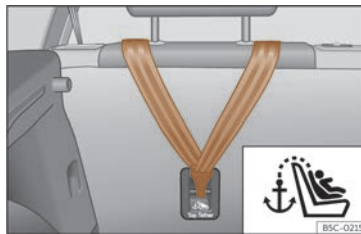
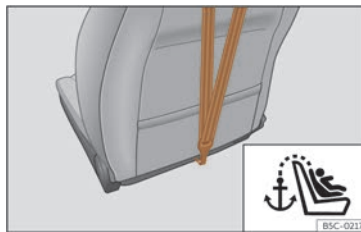

Fig. 39 Parte posteriore dei sedili posteriori: aggancio per cintura Top Tether.
Fig. 40 Parte posteriore dello schienale del sedile passeggero: aggancio per cintura Top Tether (non disponibile per tutti i mercati/tutte le versioni).
I seggiolini per bambini con sistema Top Tether integrano una cinghia aggiuntiva per il fissaggio a un punto di ancoraggio nel veicolo. Tale punto di ancoraggio si trova nella parte posteriore dello schienale del sedile posteriore e del passeggero¹⁾ (contrassegnato dal simbolo ) e fornisce una maggiore forza di ritenuta >>> **fig. 39**, >>> **fig. 40**.
- Far scorrere la cinghia e fissarla correttamente al punto di aggancio della parte posteriore dello schienale >>> **fig. 39**, >>> **fig. 40**.